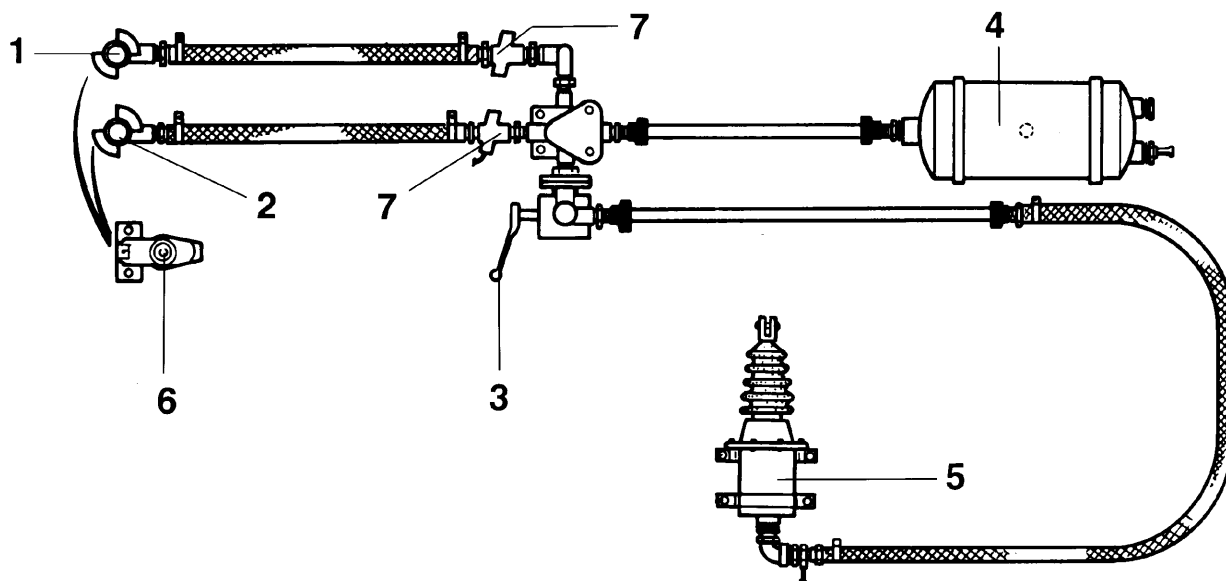

Fig. 63
Le calendrier d'inspection, d'entretien et de soin est généralement applicable. Il se peut que les groupes du système de freinage à air comprimé sur votre épandeur diffèrent de l'illustration ci-après (Fig. 63 /6). Si vous avez des questions, adressez-vous à un garage compétent ou au fabricant du système de freinage à air comprimé ou à son service commercial.
2. Avant d'atteler, contrôlez la propreté des têtes et veillez à ce que les conduites s'emmanchent convenablement. La tête de raccord (Fig. 63 /1) pour la conduite de freinage est de couleur jaune. La tête de raccord (Fig. 63 /2) pour la conduite de réserve est de couleur rouge.
4. Contrôlez la position de la poignée (Fig. 63 /3).
5. Si besoin est, vidangez le bocal d'air (Fig. 63/4)!
7. Contrôlez la poussée du vérin des freins! La poussée du vérin des freins (Fig. 63 /5) ne doit être exploitée qu'aux deux tiers; réglez les freins si tel n'est pas le cas. Remplacez les protections anti-poussière si elles sont endommagées.
8. Après avoir dételer, fermer les têtes ou les accrocher dans des prises vides (Fig. 63 /6) sur le ZG-B.!
9. les cartouches des filtres des tuyauteries (Fig. 63 /7) qui seront nettoyées si besoin est!